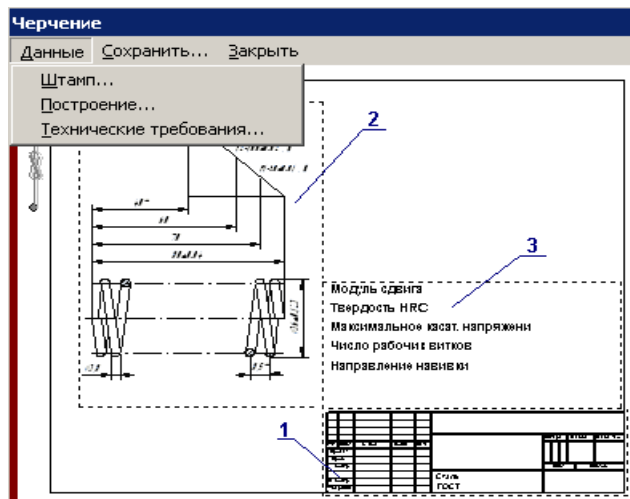

Рис. 4.11 Главное окно подсистемы генерации чертежа.
2. При появлении главного окна оформления чертежа (рис. 4.11) необходимо ввести параметры, характеризующие чертёж и конструктивное исполнение пружины.
В главном окне подсистемы генерации чертежей (рис. 4.11) можно выделить несколько зон, каждая из которых отвечает за свою группу параметров.